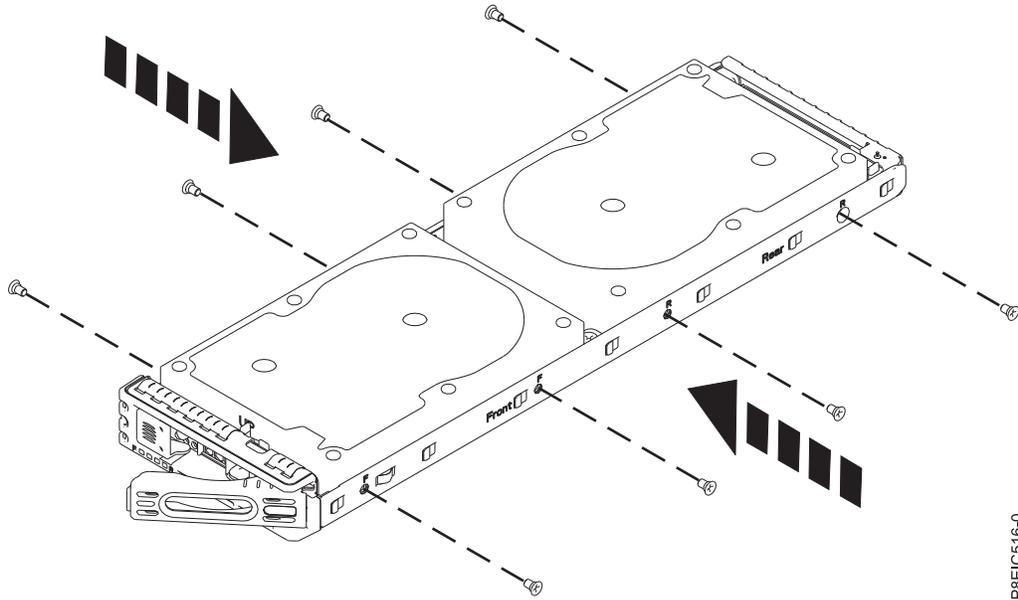

Abbildung 15. 3,5-Zoll-Laufwerk an der Halterung befestigen
- b. Befestigen Sie das Laufwerk mit vier Schrauben (jeweils zwei auf jeder Seite) an den Seiten der Halterung (siehe Abb. 15 auf Seite 17).